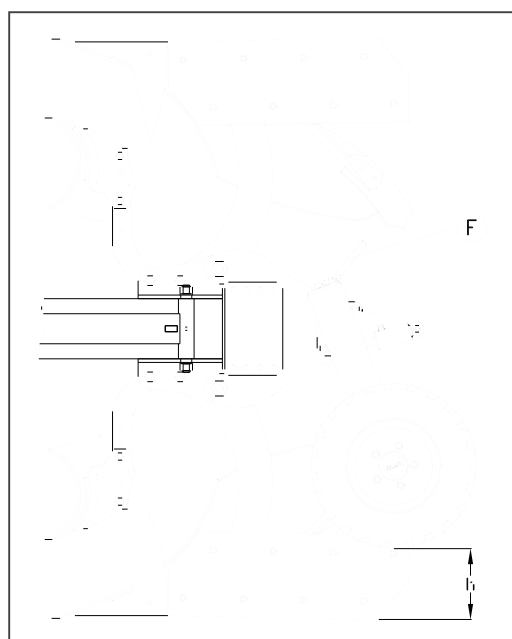
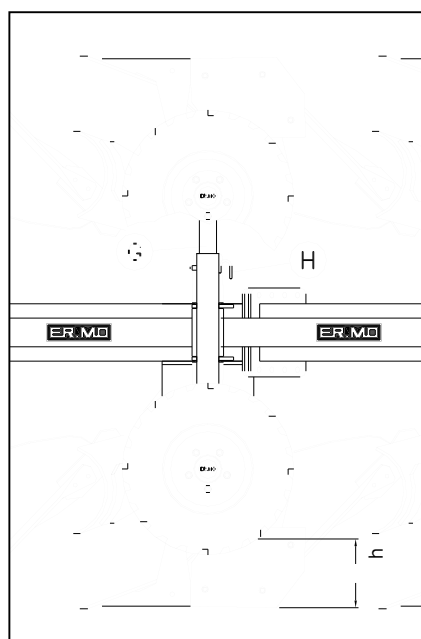

fig. 11 Ruota reversibile di profondità
fig. 12 Doppia ruota di profondità
- Nel caso in cui l'attrezzo fosse dotato di una ruota di profondità, reversibile (fig.11) o doppia (fig.12), essa deve essere portata a contatto del terreno ad avvenuta regolazione (effetto profondità costante).
- In caso di doppia ruota (vd. fig.12), la regolazione di profondità si effettua agendo sull'asta telescopica G, dopo avere estratto la spina di fissaggio H. La stessa spina va riposizionata nella nuova posizione al termine dell'operazione.
- Si consiglia di effettuare la registrazione della ruota prima di entrare in campo, appoggiando la macchina al suolo in posizione agevole. Facendo presa all'estremità inferiore del gambo regolabile, sollevare il pneumatico fino a che il battente, ruotando, risulti a fine corsa. A questo punto, in caso di ruota reversibile, ruotare la manovella F di fig.11, fino a raggiungere la quota h desiderata.